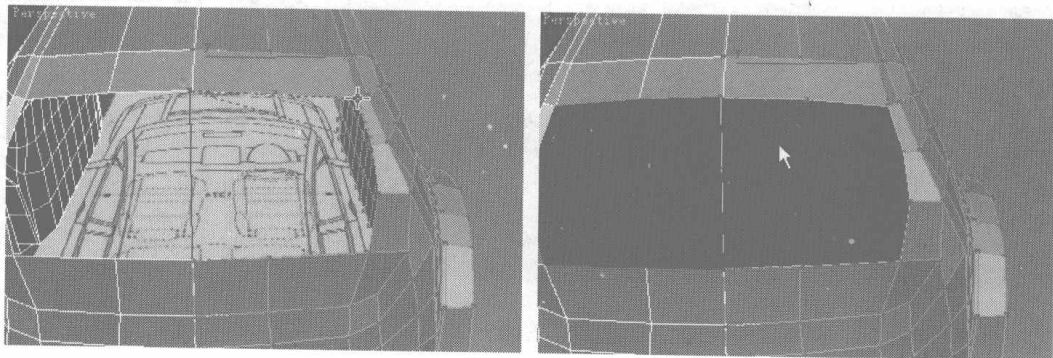

图 7.102
- 01** 进入面物体层级，单击 **Create** 按钮，沿着每个节点依次移动，然后回到初始节点，添加出汽车后车窗的面，如图 7.102 所示。